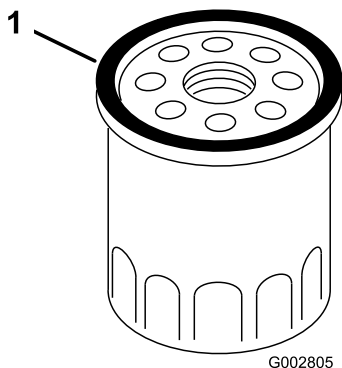

Figura 29
7. Lubrifiați cu ulei garnitura de pe noul filtru de ulei, folosind degetul (Figura 29).